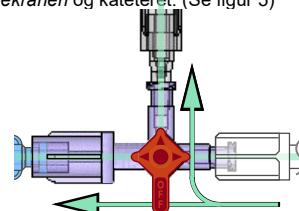

Figur 4 – DyeVert ventilvalgstoppekran
- a. Basert på kateterstørrelsen som blir brukt til prosedyren og i samsvar med væskestrommen vist i figur 1, vri stoppekranen for ventilvalg til den tilsvarende posisjonen for «4F og 5F» eller «6F og 7F». (Se figur 4)